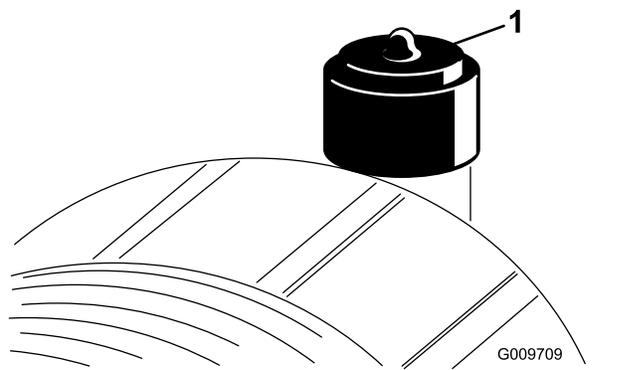

Рисунок 74
Фильтр воздухоочистителя следует обслуживать только при соответствующих показаниях индикатора необходимости технического обслуживания (Рисунок 74). Замена воздушного фильтра без необходимости только увеличивает вероятность попадания грязи в двигатель при извлечении фильтра.
9. Сбросьте индикатор (Рисунок 74), если он стал красным.